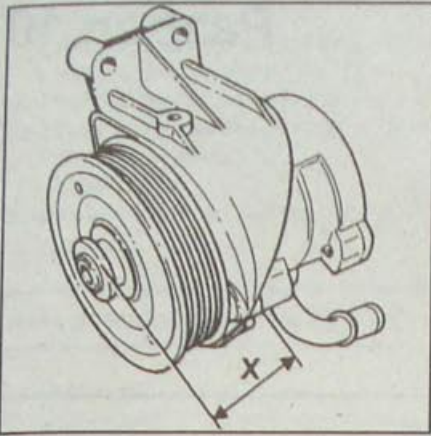

Рис. 9.23. Место измерения размера (X=66,8 мм) при запрессовке втулки шкива насоса усилителя рулевого управления на автомобилях с двигателями G8T
- при установке нового насоса приспособлением Nauder запрессуйте втулку насоса до получения размера $X = 66,8$ мм (рис. 9.23);